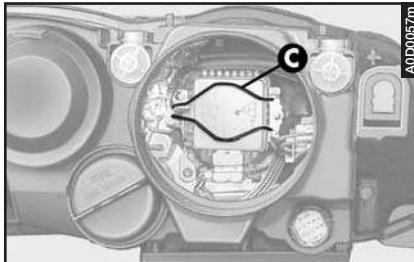

fig. 27
– Release the clip (**C**- fig. 27).